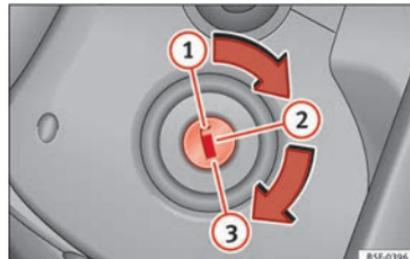

Fig. 145 Posições da chave do veículo.
- Rodar a chave da ignição para a posição  » » » Fig. 145.
- Retire a chave da ignição na posição  » » » Fig. 145 » » » .